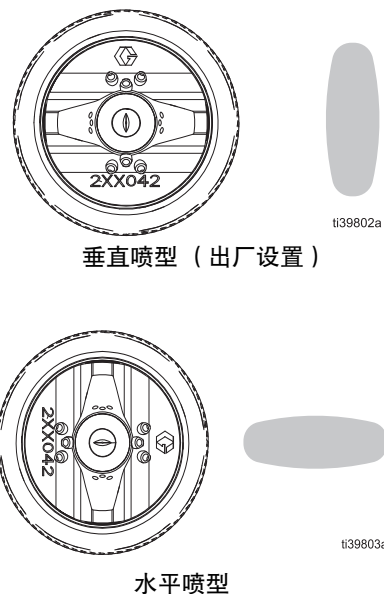

图 9: 喷型位置
6. 将空气帽 (8a) 旋转到水平或垂直喷型位置。参见图 9。
注意：空气帽定位销 (8e) 出厂设置为垂直喷型位置。参见图 9。